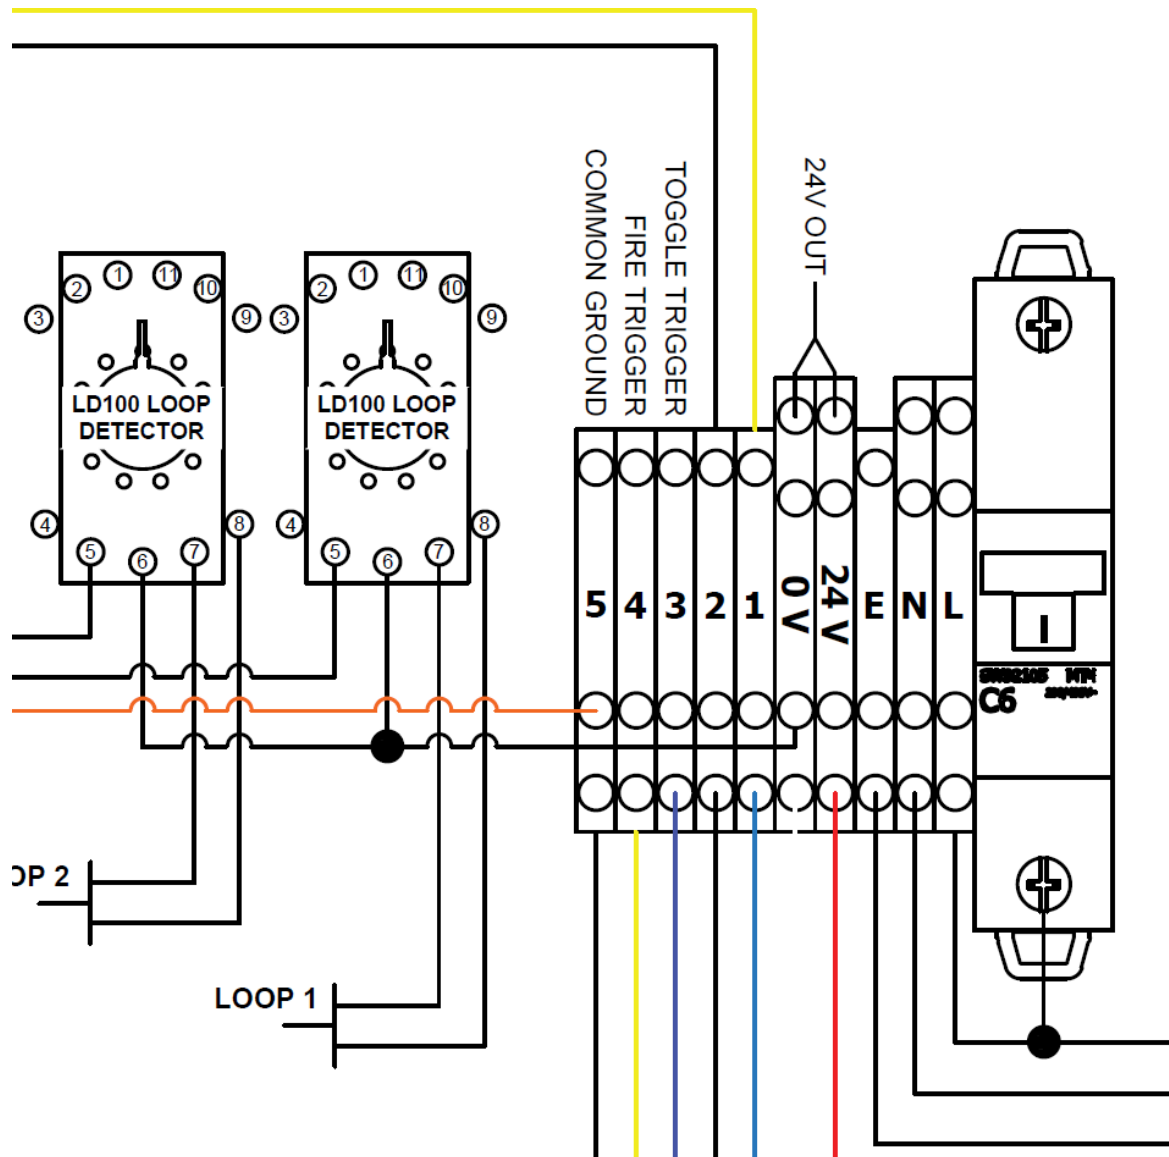

Abbildung 9: Sekundäre Auslöser
5.4. In Abbildung 9: Sekundäre Auslöser befinden sich die Auslöser für Umschalt- und Notfeuer. Die Auslöser führen 24V DC und sind mit der gemeinsamen Masse kurzgeschlossen.